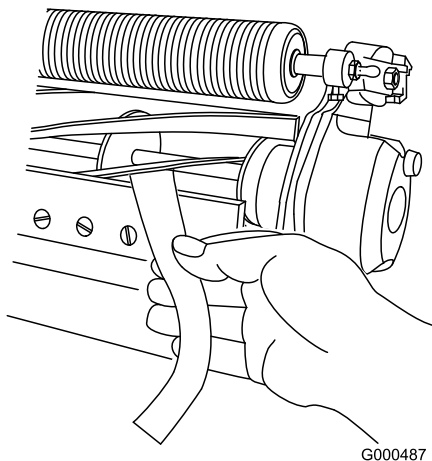

Figura 12
3. Teste o desempenho de corte inserindo uma fita comprida de desempenho de corte (Número de peça Toro 125-5610) entre o cilindro e a lâmina de corte, perpendicular à lâmina de corte (Figura 12). **Lentamente** rode o cilindro para a frente; deve cortar o papel.